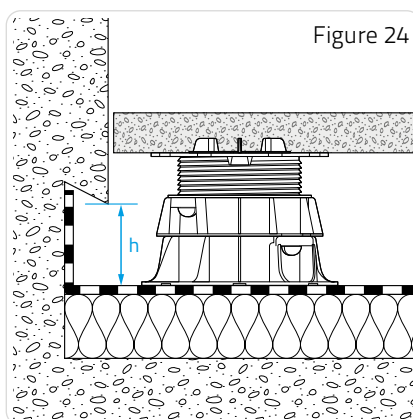

Figure 24
■ Reliefs (supports de relevés) en climat de plaine (Figures 24 et 25).